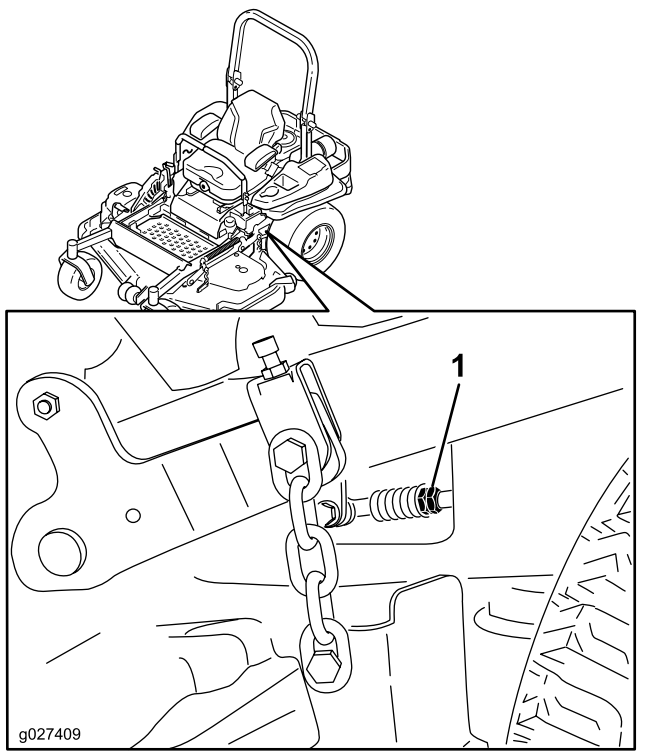

Figura 78
10. Ajuste la longitud de las varillas de control de las bombas girando las tuercas dobles de la varilla en el sentido apropiado, hasta que las ruedas se muevan ligeramente en marcha atrás (Figura 78).